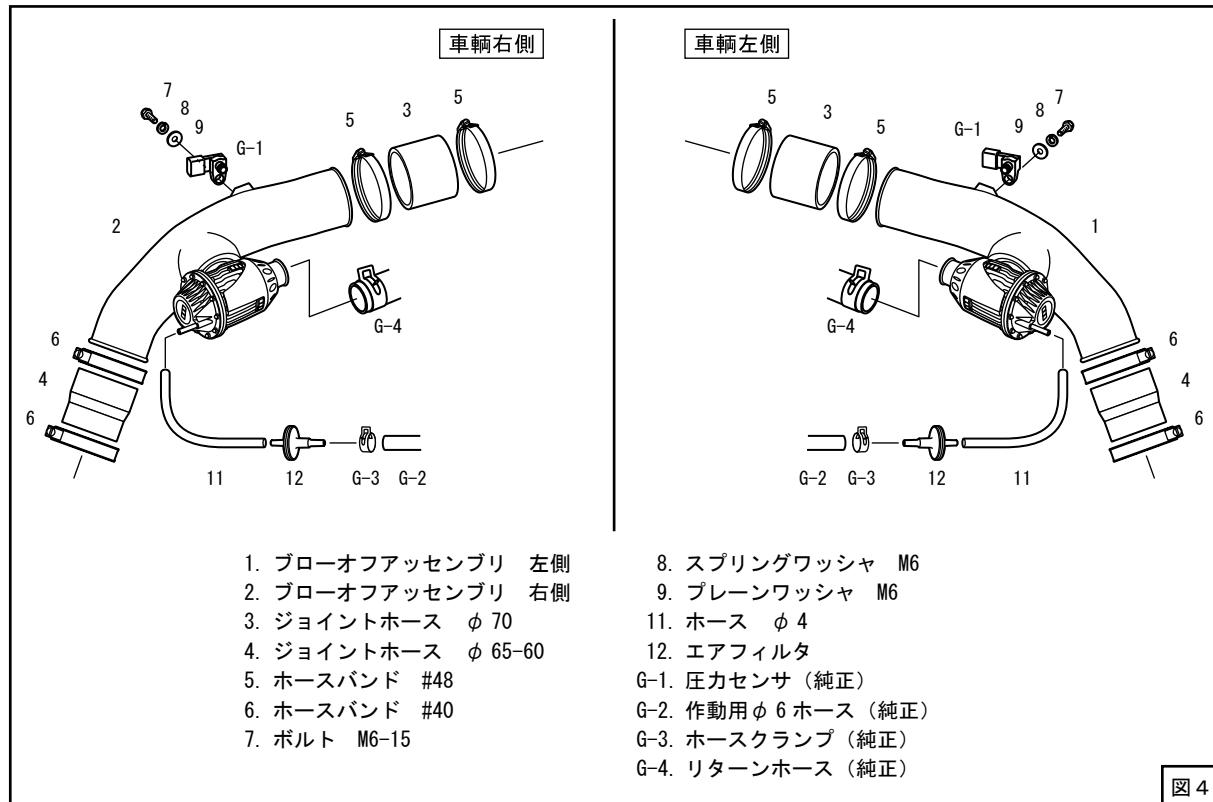
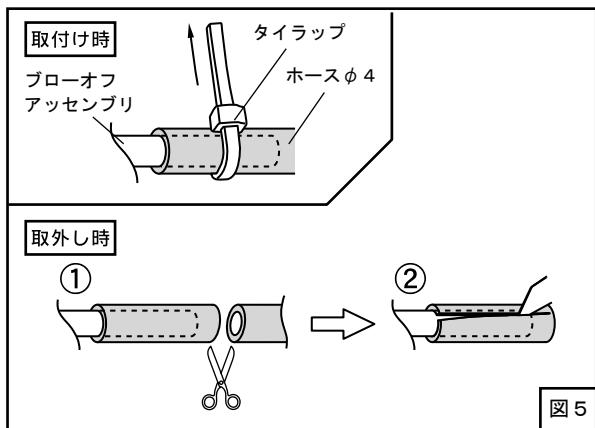

図4
図5
- (1) 左右のブローオファッセンブリのフランジ部に純正圧力センサを取付けてください。その際純正Oリングがブローオファッセンブリに噛み込まないようにしてください。(図4)
- (2) 左右のブローオファッセンブリにジョイントホースφ65-60をホースバンド#40、ジョイントホースφ70をホースバンド#48でそれぞれ仮付けしてください。(図4)
- (3) ブローオファッセンブリをジョイントホースφ65-60側(車両前方側)から車両に仮付けしてください。(図4)
- (4) 左右のブローオファッセンブリに純正リターンホースをそれぞれ取付けてください。(図4)
- (5) キットパーツを使用してブローオフバルブ作動用の配管を行ってください。ホースφ4は適当な長さに(ある程度余裕を持たせて)切って使用してください。(図4)
(図4、図5)
ブローオフアッセンブリを取り外す時など、ホースφ4をブローオフアッセンブリから抜く際は、タイラップを外した後、一度ホースφ4を切断し切り込みを入れてから取外してください。(図5)